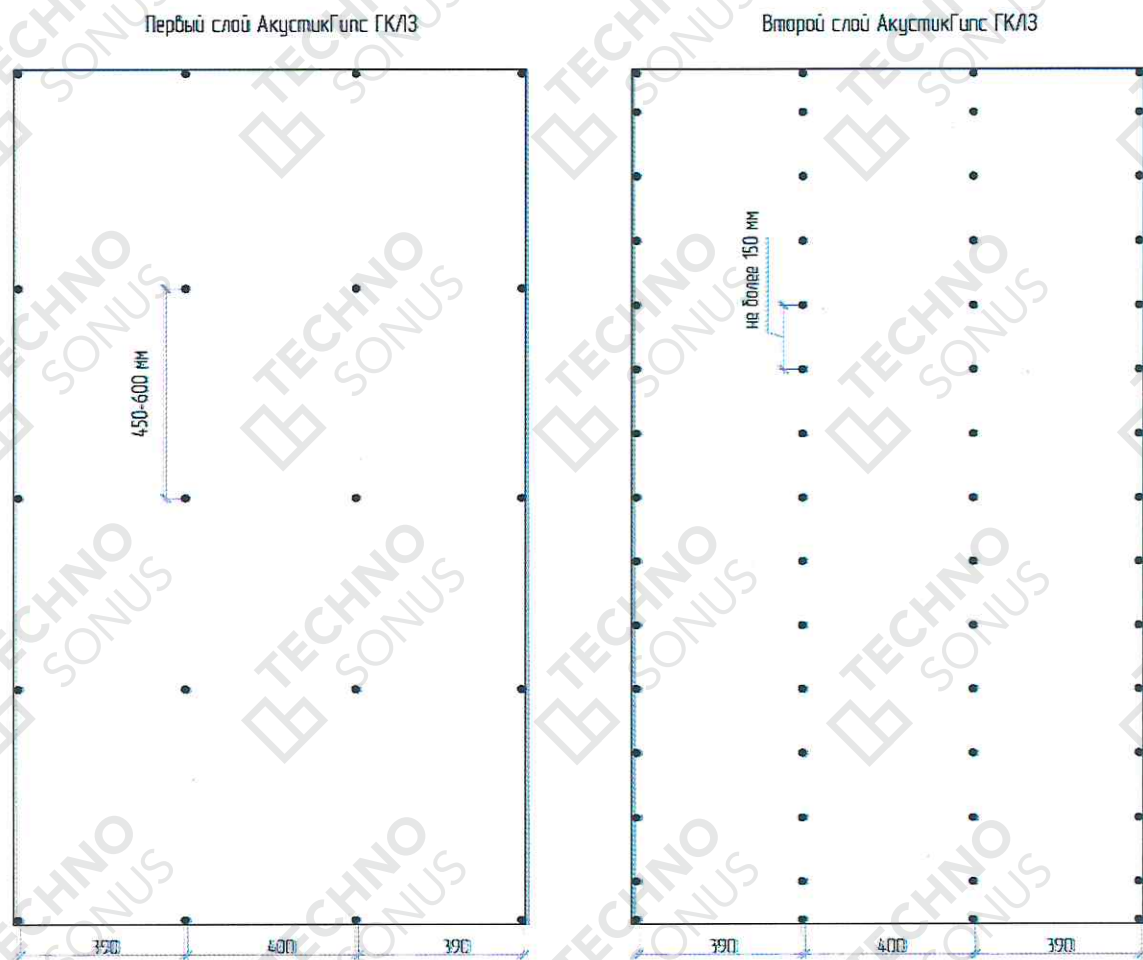

Рисунок 22 – Схема расположения саморезов при двухслойной облицовке ГКЛЗ
6.15. Установить и закрепить финишный слой листов АкустикГипс ГКЛЗ. Важно соблюдать разбег между швами первого и второго слоя. Швы первого и второго слоя должны отстоять друг от друга минимум на 400 мм. Шаг саморезов не более 15 см по основному профилю (рисунок 22). Первый лист не должен начинаться с утоненной кромки от угла и не должен заканчиваться ей же. Стыковка листов АкустикГипс ГКЛЗ возможна только по утоненной кромке или по подрезанному краю. Не допускается стыковка утоненной кромки и отрезного края. Швы между листами не заполняются виброакустическим